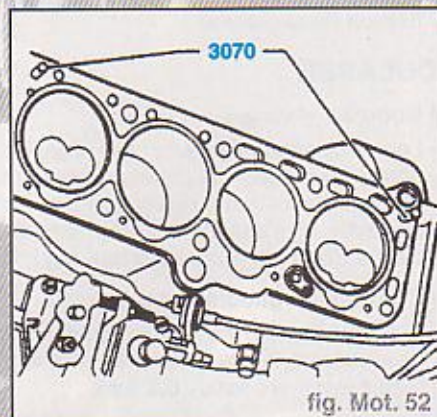

fig. Mot. 52
- Pour le centrage, visser les pivots de guidage de l'outil **3070** dans les alésages extérieurs côté admission (fig. mot. 52).